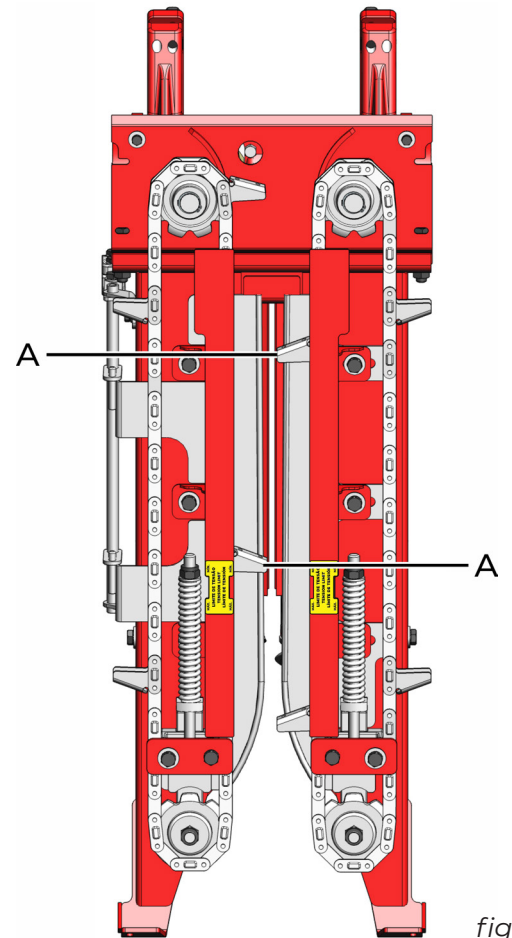

fig. 28
Las cadenas de alimentación se montan de fábrica con las piezas de arrastre (A) (fig. 28) intercaladas una en relación a la otra, y se deben mantener de esta forma.